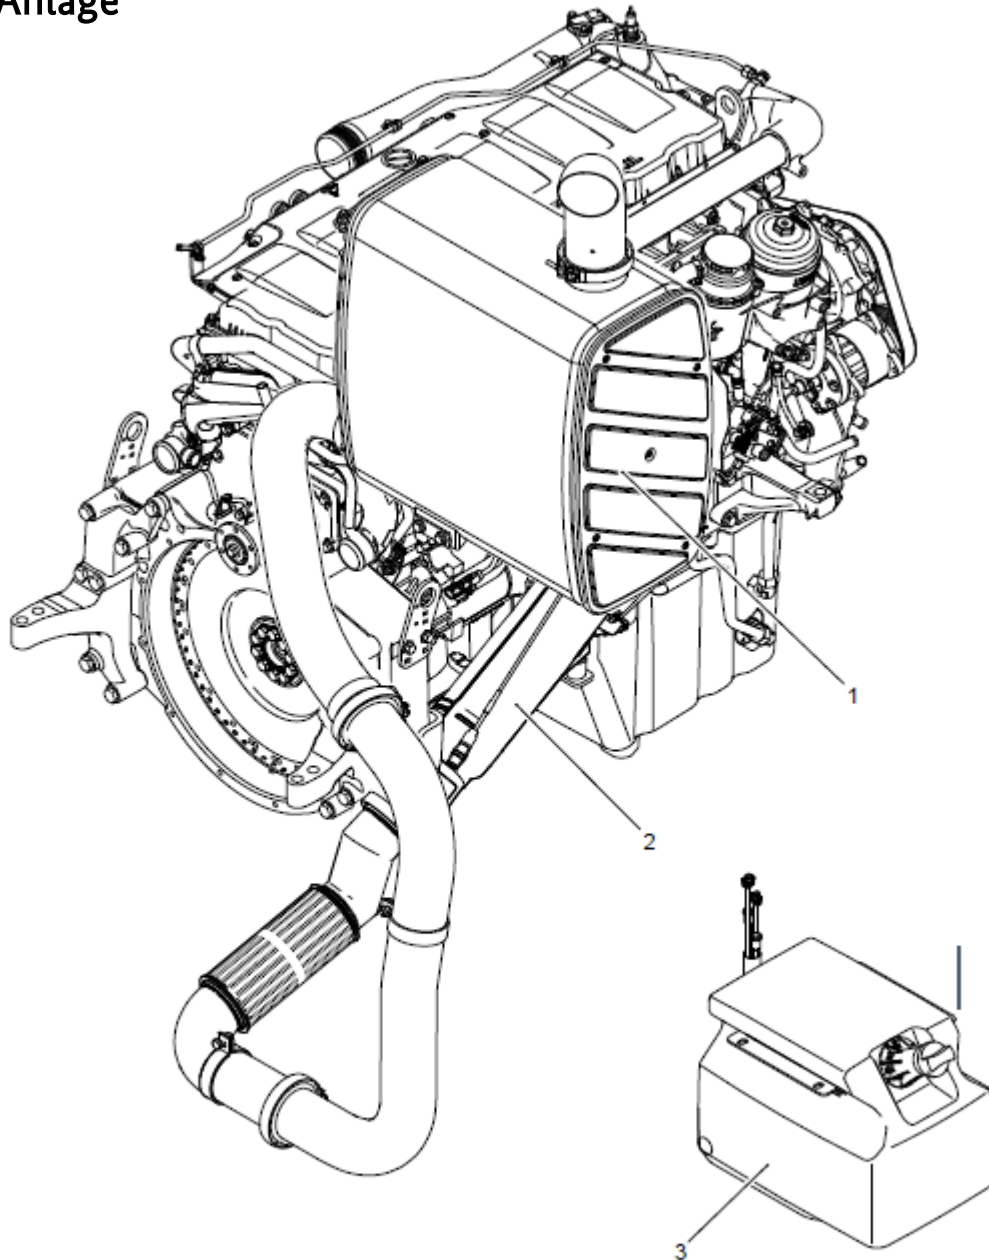

Abb. 1-32 SCR-Anlage
Zur Einhaltung der Abgasnorm EURO 5 ist das Fahrzeug mit einer SCR-Anlage (Abb. 1-32) ausgestattet. Die SCR-Anlage ist ein Abgasnachbehandlungssystem, welches nicht in die Motorsteuerung und Fahrzeugelektronik eingreift.
- Abgasschalldämpfer (Abb. 1-32/1) mit integriertem Reduktionskatalysator, Ammoniak-Sperrkatalysator und NOx-Sensor
- SCR-Mischer (Abb. 1-32/2) mit integrierter AdBlue®-Einspritzdüse, Mischstrecke und Hydrolysekatalysator
- SCR-Tank (Abb. 1-32/3).